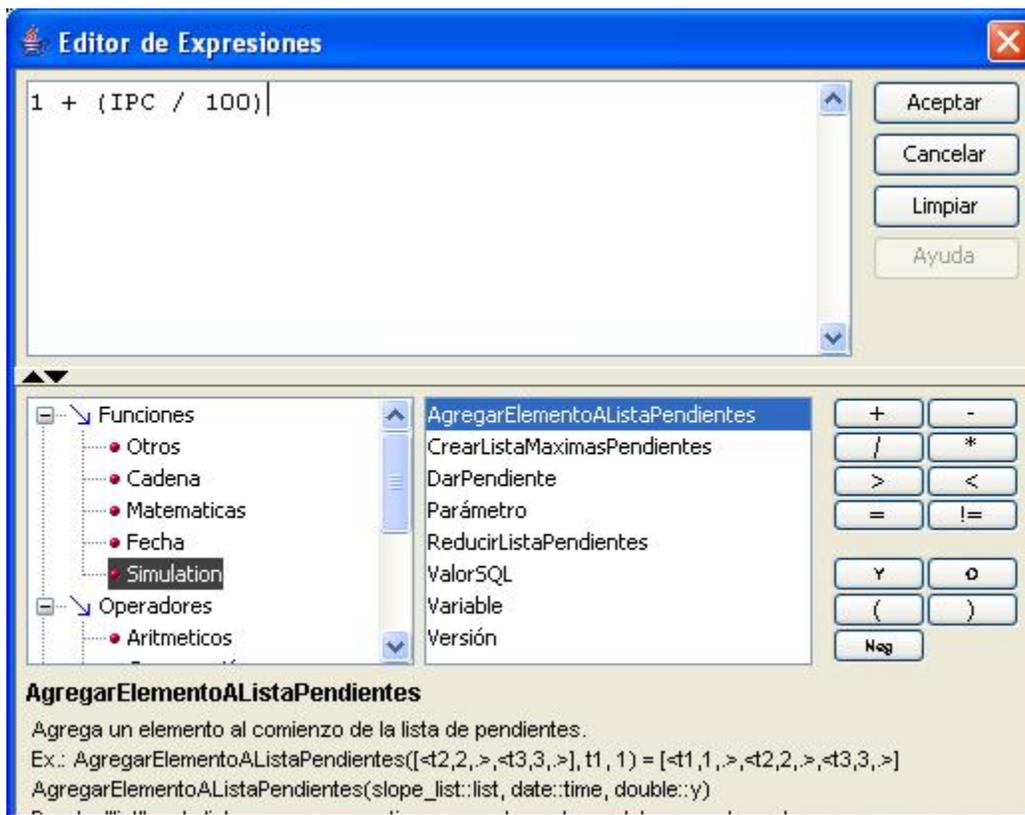
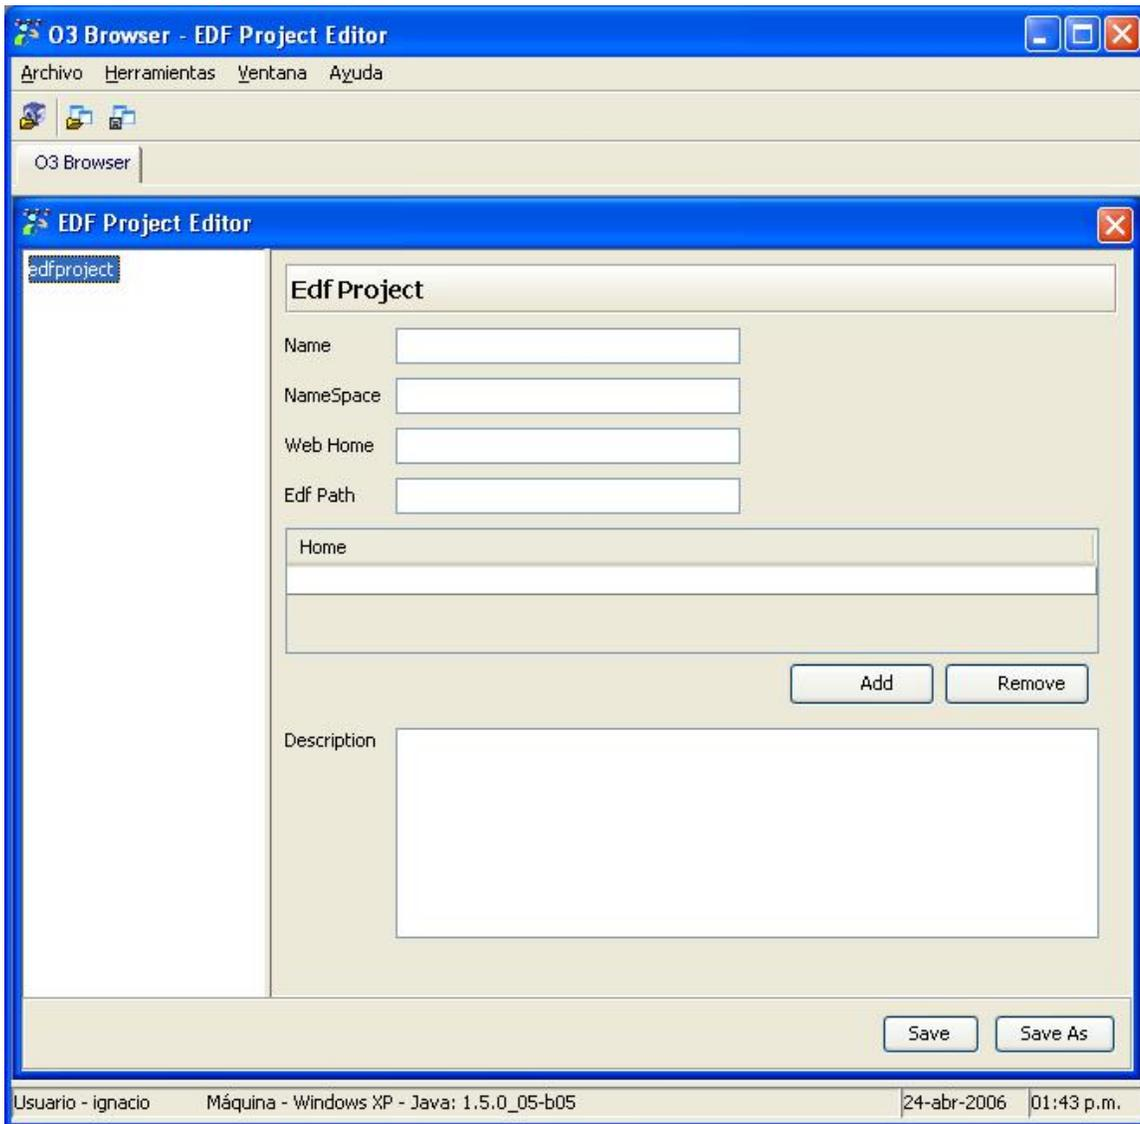

Figura 5: Función de post procesamiento.
Figura 1: Editor de proyectos EDF.
La función de post procesamiento se define en la interfase principal de un parámetro. En el lugar determinado en la Figura 1 se puede escribir la fórmula o también se puede definir utilizando el editor de expresiones (Figura 5).
3. aparecerá una ventana de edición que permite definir los objetos que componen un proyecto. Ver figura 1 más abajo.
4. la ventana de edición correspondiente es análoga aquella de la figura 1 más abajo.
En la Figura 1 podemos ver que un proyecto tiene un nombre que lo identifica, un espacio de nombres (*NameSpace*), una web y un *path* (conocido también como *edfpath*).